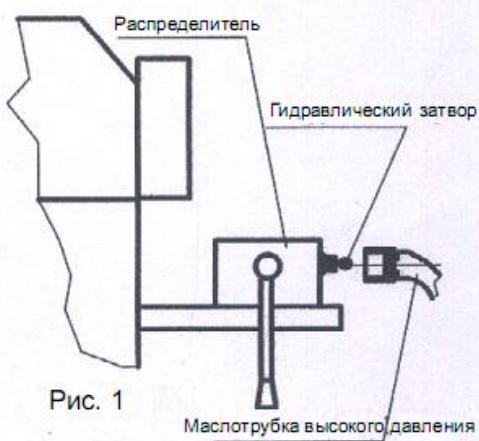

Рис. 1
1. После вскрытия упаковки необходимо установить гидравлический затвор на две гидравлические трубы, которые соединяют гидравлическую станцию и основной корпус (Рис. 1).